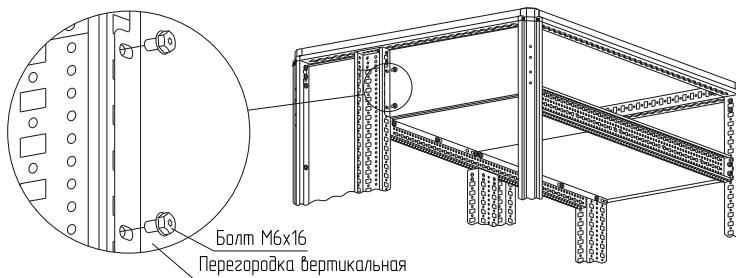

Рисунок 61
4.32.2 Закрепите перегородку к стойкам болтами M6×16 (рисунок 61). Момент затяжки – 7 Н·м. Болты в комплект не входят.